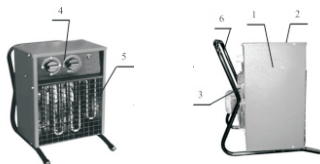

Рис. 1 Тепловентильатор
5.1 Схема тепловентильатора представлена на рис. 1.
5.5 Электрическая схема тепловентилятора представлена на рис. 1 Приложения.